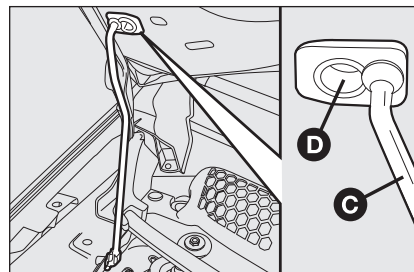

fig. 98
- ☐ levante el capó y, al mismo tiempo, libere la varilla de sostén **C-fig. 98** de su dispositivo de bloqueo; luego introduzca el extremo en el alojamiento **D** del capó.
- ☐ sostenga levantado el capó con una mano y con la otra quite la varilla **C-fig. 98** del alojamiento **D** y vuelva a introducirla en su dispositivo de bloqueo;